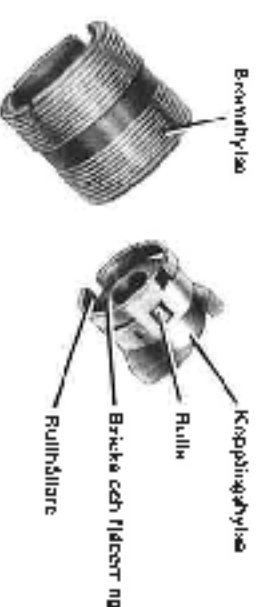

Bild 8. Bromshylsa m m
a. Trä rullhållaren 23 med de två rullarna 24 på kopplingshylsan 20. Läs med bröcken 22 och fjäderingen 21. Bild 8.